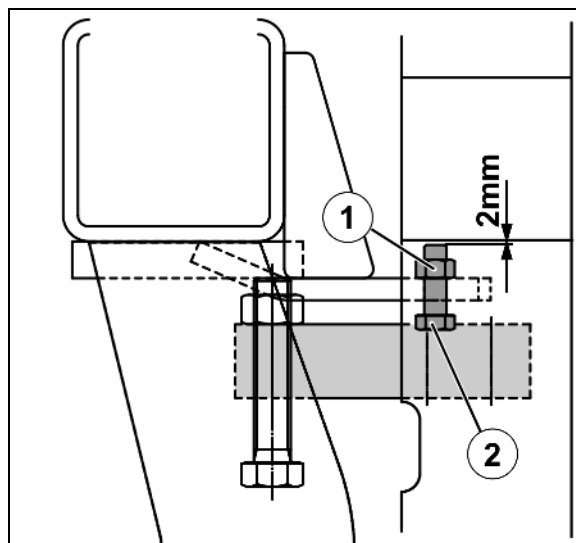

Fig. 56
Begrensningsskruene (Fig. 56/2) skal stilles inn med 2 mm klaring som vist på illustrasjonen.
1. Løsne kontramutteren (Fig. 56/1)
2. Still inn begrensningsskruene (Fig. 56/2)
3. Stram kontramutteren (Fig. 56/1)